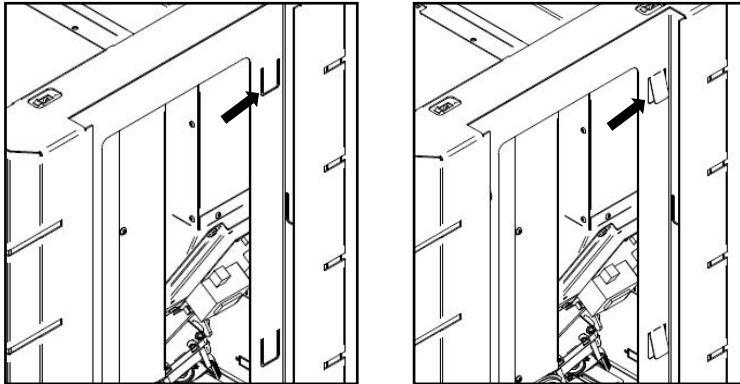

Figura 26 - Apoios da cerâmica e vidro
h) Para colocar a frentes em vidro ou cerâmica no equipamento Kili, antes de realizar o procedimento referido no ponto anterior deve dobrar umas patilhas que se encontram na estrutura lateral (Figura 26), de forma a garantir que as peças não fiquem soltas na estrutura (é necessário virar 6 patilhas).